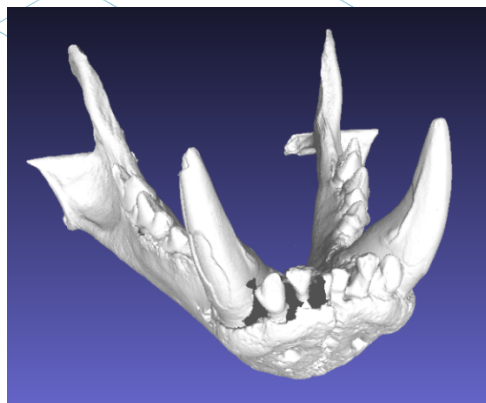

Figura 12: Modelo digital resultante del escaneo en 3D.
- [28] Figura 12: Modelo digital, resultado del escáner 3D. Fuente: CETEM